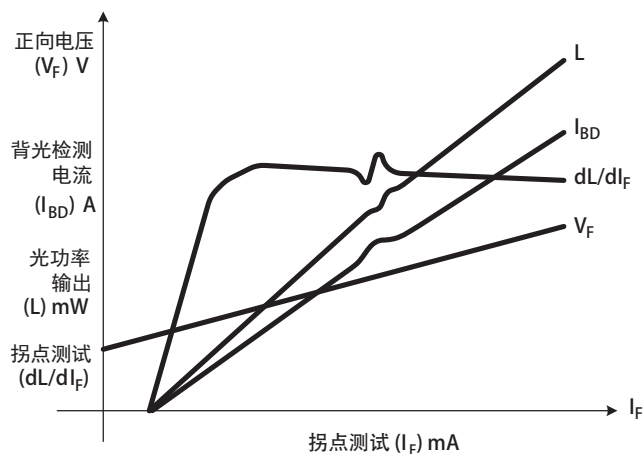

图5. 典型的LIV曲线组
此测试检验了驱动电流 (I_F) 与光输出 (L) 之间的比例关系，如图5所示。在正常工作范围附近，驱动电流 (I_F) 与光输出功率 (L) 应为线性关系。如果此关系在测试范围上确为线性的，那么此曲线的一阶导数将近似为水平线。这在曲线图上表示为 dL/dI_F 。一阶导数将倾向于放大光/电流 (L-I) 曲线上的突起或拐点。如果此曲线上有任何明显的“拐点”或换句话说曲线不光滑，那么此激光器就被认为是次品。如果工作在对应该“拐点”的 I_F 值上，那么光输出将不成比例。L与 I_F 曲线的二阶导数最大值能用于计算阈值电流，即为LD开始发射“激光”或输出明显光亮的驱动电流值。